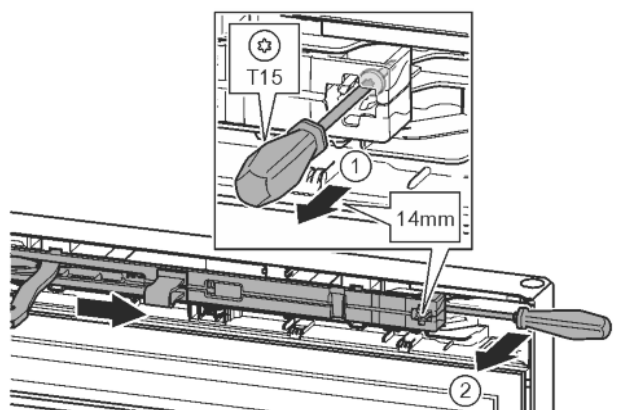

Fig. 15
- Ослабить винт на узле амортизатора с помощью отвертки T15 примерно на 14 мм. Fig. 15 (1)
- Отверткой со стороны ручки переместиться за узел амортизатора и повернуть вперед. Fig. 15 (2)
- Извлечь узел амортизатора. Fig. 15 (3)